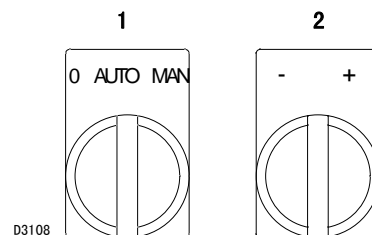
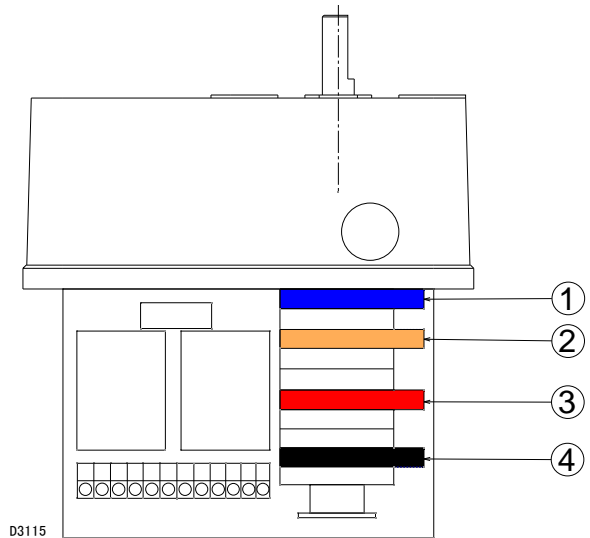

图 25
图 26
将选择器 1（图 25）置于“MAN”位置。
伺服电机（图 26）通过可变轮廓的凸轮和燃气蝶阀，同时对空气阻尼器进行调整。43 秒内旋转 130°。
旋转选择器 2 ( 图 25 ) “降低输出功率”，并将其旋转至“-”，直到伺服电机以 35 ( 在工厂内进行的调整 ) 关闭空气阻尼器和燃气蝶阀为止。
- ▶ 如有必要减少输气量，则以小幅规则运动稍微减小凸轮角度 2 ( 图 26 )，如从 35° 减小到 33° 至 31° ...
- ▶ 如果需要增大输气量，则旋转“增大功率” 2 ( 图 25 ) ( 打开燃气蝶阀 10-15 ) 并增大凸轮角度 2 ( 图 26 )，同时伴有一系列小幅运动 - 如从角度 35° 增大至 37° 到 - 39°
通过按下选择器 2 ( 图 25 ) 上的符号 ( + ) 或 ( - )，获取从一个位置到下一个位置的通道。
- 2 秒： 启动电气控制箱程序。风机电机启动，伺服电机启动、预冲放阶段启动。伺服电机以 125 度旋转至右侧，即：直到接触点干预到凸轮 3 ( 图 26, 第 25 页 )。
- 63 秒： 伺服器朝向左侧旋转，直到设定凸轮 3 ( 图 26, 第 25 页 ) 上的角度。
- 当需要的热量小于燃烧器的最小功率输出时，燃烧器锁定 ( G 至 H )。TL 节温器 / 压力开关打开时，伺服电机返回至 0 度位置，该动作由凸轮 2 ( 图 26, 第 25 页 ) 限制。空气阻尼器完全关闭，以将热量损失降到最低。